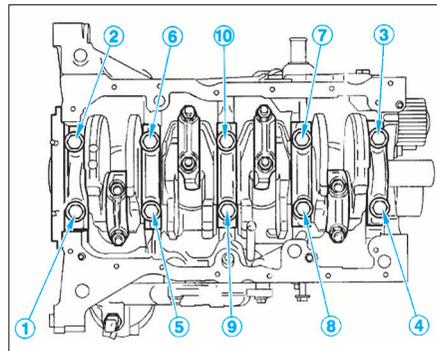

FIG. 35
- les chapeaux de paliers de vilebrequin vis par vis dans l'ordre indiqué (Fig.35).